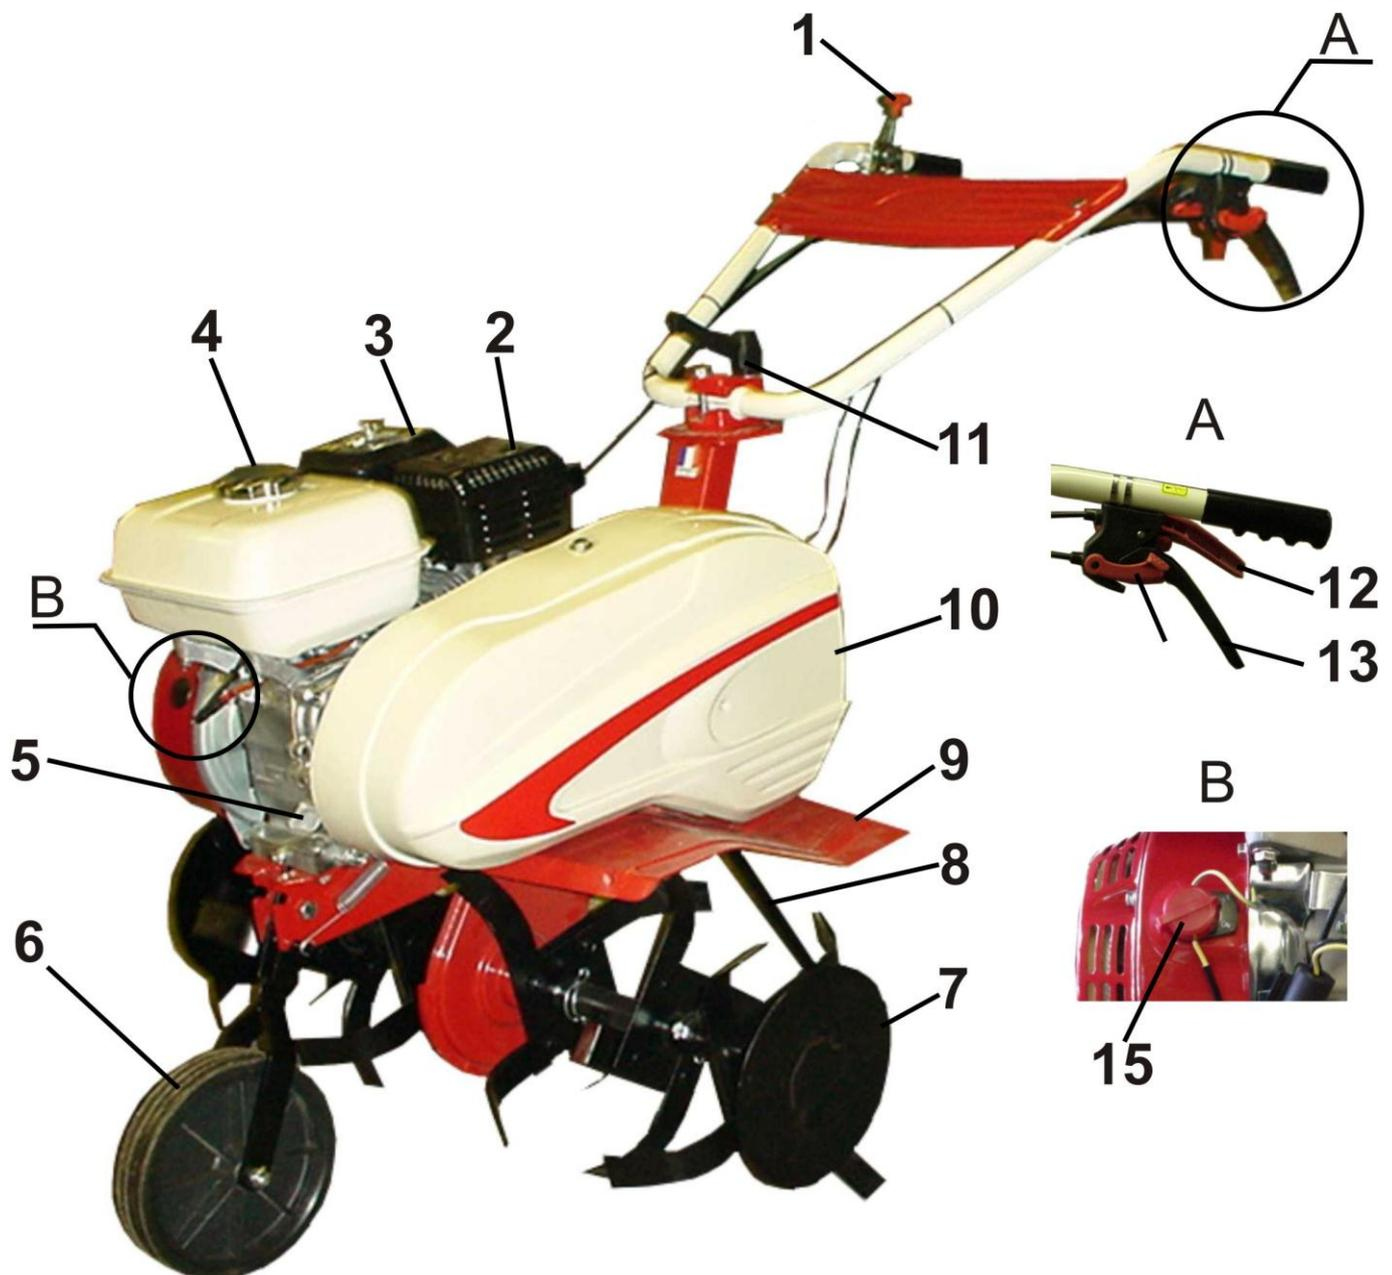

Рис. 2. МотокультиваторТ81
Конструкцией рулевого устройства предусмотрена возможность регулирования положения руля в вертикальной плоскости. Ослабив рукояткой 11(рис.2) фиксацию руля, вы можете установить руль на удобную для вас высоту, а затем зафиксировать выбранное положение руля.
Глубина обработки почвы задается ограничителем глубины обработки (сошником) 8 (рис. 2). Чем глубже входит сошник в землю, тем глубже ее обработка.
Поверните рукоятку выключателя зажигания 15 рис. 2 в положение «ON»:
Ручка газа 1(рис. 2) находится на правой рукоятке руля. При запуске холодного двигателя рычаг должен быть установлен в положение «СТАРТ» до упора см. рис. 6. После запуска и прогрева двигателя перемещая ручку газа от Мин. к Макс. и изменяя, тем самым, обороты двигателя выберите оптимальный режим работы Вашего мотокультиватора.
Перед **запуском** двигателя мотокультиватора рычаги сцепления переднего хода (черный) и заднего хода (красный), соответственно 13 и 12 (рис. 2) должны быть выключены, т.е. не нажаты. Нажатие и удержание в нажатом состоянии черного рычага сцепления переднего хода 13 (рис. 2) включает рабочий режим культивирования, ротора с режущими ножами вращаются, мотокультиватор движется вперед. Если нажать и удерживать красный рычаг сцепления заднего хода ротора начинают вращаться в обратную сторону, мотокультиватор движется назад.
Произведите запуск двигателя. Медленное нажатие рычага 13 (рис. 2) вызовет вращательное движение роторов на выходном валу редуктора мотокультиватора. Глубина обработки почвы зависит от положения сошника: чем глубже входит сошник в землю, тем глубже ее обработка. Обработайте небольшой участок почвы, определите, на какую глубину входят вращающиеся ножи роторов, и установите сошник в нужном Вам положении.
- рычаги сцепления 12 и 13(рис. 2) должны быть отпущены;
- снять защитное закрытие 10(рис. 2);